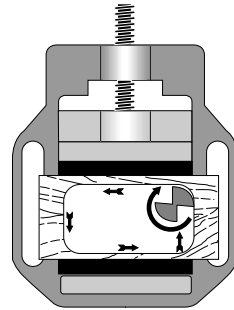

Fig. 4
6. Vorschub beim Ausfräsen eines Rechteckes (Fig. 4)